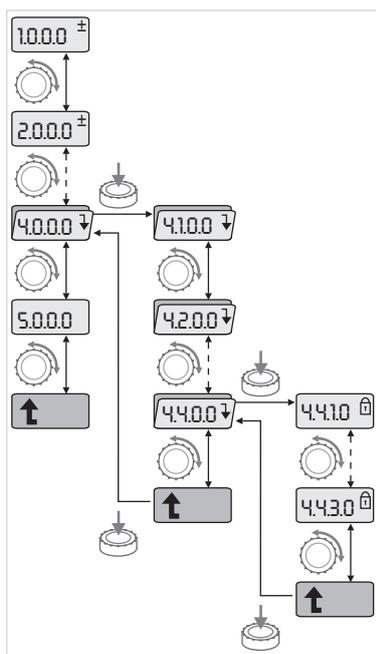

Fig. 34: Exemple de navigation
- Procéder à la navigation normale dans le menu comme suit (exemple, voir fig. 34) :